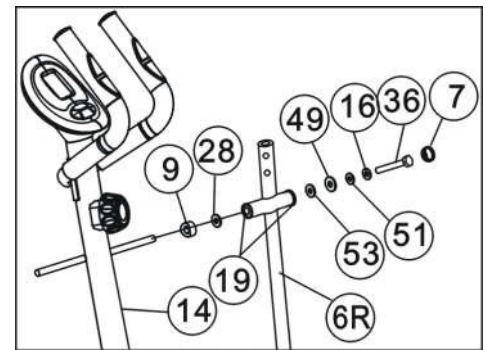

Figure 6
- Setzen Sie die rechte Lenkerhalterung (6R) am rechten Ende der horizontalen Achse des vorderen Ständerrahmens (14) ein (die lange Seite des Lenkers zeigt nach innen) und befestigen Sie sie mit einer flachen Kunststoffscheibe (53), einer großen Unterlegscheibe (49), einer Federscheibe (51), einer M8-Spezialscheibe (16) und einer Schraube (36) M8×16.
- Nach der Montage der Mutternkappe (7) auf die M8×16-Schraube (36) kann die rechte Lenkerstütze (6R) frei bewegt werden.
- Führen Sie die gleichen Schritte wie oben aus, um die linke Lenkerstütze (6L) zu montieren. (Siehe Abbildung 6)